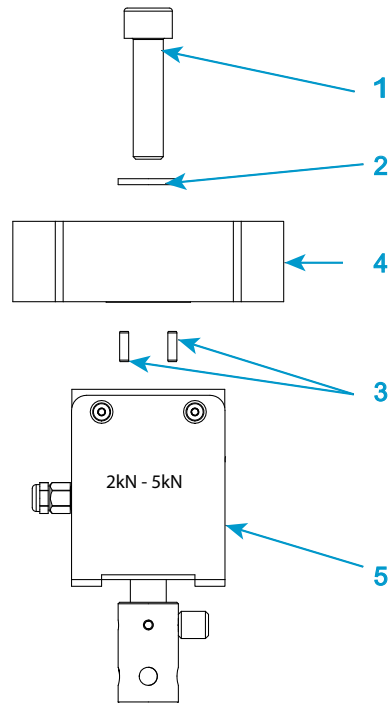

図16. 2519 シリーズのロードセルの取り付け - 容量 1 kN ~ 5 kN
説明 図 16
- 85 ページの図 16 とそれに関連する説明文を参照してください。